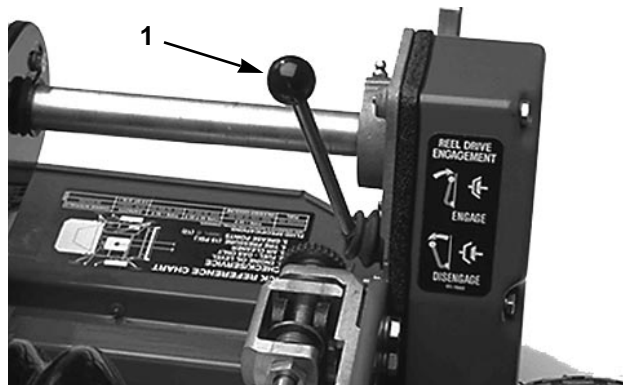

Bild 14
Spindelantriebshebel (Bild 14)—An der rechten vorderen Ecke der Maschine. Dieser Hebel hat zwei Stellungen: ENGAGE [Eingeschaltet] und DISENGAGE [Ausgeschaltet]. Zum Einkuppeln des Spindelantriebs ist der Hebel aufwärts zu ziehen und zum Auskuppeln nach unten zu drücken.
1. Sicherstellen, daß Fahr- (Bild 13) und Spindeltriebshebel (Bild 14) in der AUSGESCHALTET-Stellung sind.